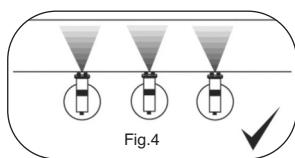

Fig.4
- 1) Per ottenere i migliori risultati, tenere sempre l'applicatore a spruzzo diritto, spruzzando in maniera uguale da un lato all'altro o dall'alto al basso. Non tenere la pistola inclinata rispetto alla parete, per evitare di lasciare sbavature sulla superficie verniciata (Fig. 4).